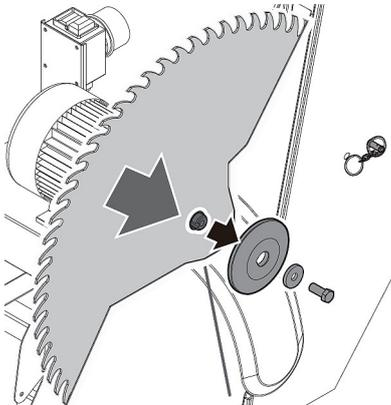

Abb. 13: Sägeblattwechsel Schritt 5
Schritt 6: Lösen und entfernen Sie die Schraube M12x30. Entfernen Sie die Unterlegscheibe und den vorderen Klemmflansch und nehmen Sie das Sägeblatt ab. (Abb.13)